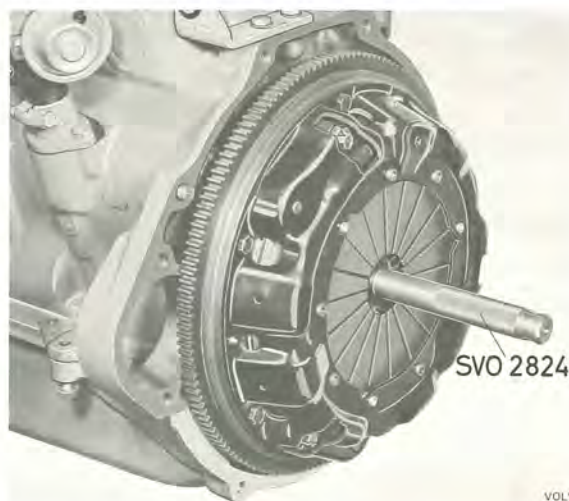

Bild 9. Montering av koppling
1. Placera lamellen (högsta sidan av navet vändes bakåt) tillsammans med kopplingen mot svänghjulet samt sätt i centreringsdornen 2824 så att styrtappen på denna når in i styrlagret i svänghjulet, se bild 9.